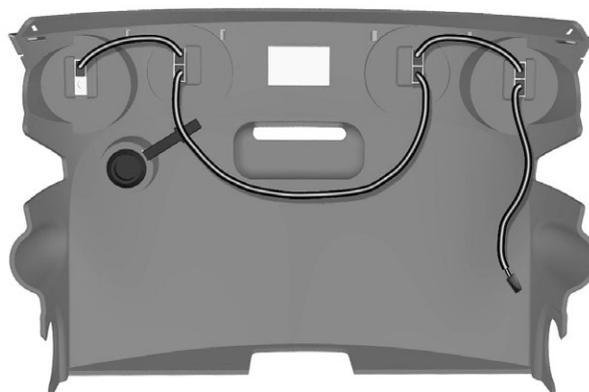

Abbildung 135.
3. Die Kabel hinten an Beleuchtung/Blinker anschließen. Siehe Abbildung 135.